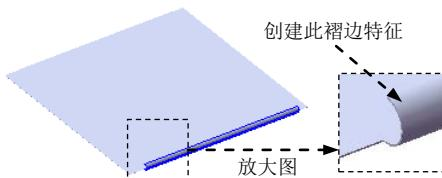
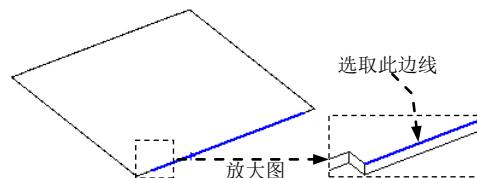

图 17.11.24 创建褶边 1
图 17.11.25 定义特征的边线
Step4. 创建图 17.11.24 所示的褶边 1。
- (1) 选择命令。选择下拉菜单 **插入(I)** → **钣金(H)** → **褶边(E)...** 命令。系统弹出“褶边”对话框。
- (2) 定义特征的边线。单击 **边线(E)** 区域中的“折弯在外”按钮 。选取图 17.11.25 所示的模型边线为生成褶边的边线。
- (3) 定义褶边类型和大小。在 **类型和大小(T)** 区域中，单击“滚轧”按钮 。在 **C** 文本框中输入角度值 180。在 **R** 文本框中输入 6.0。
- (4) 单击 **确定** 按钮，完成褶边 1 的创建。